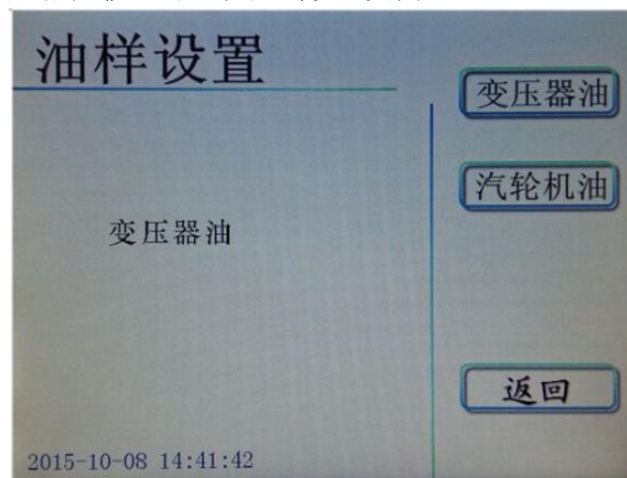

图 13 油样设定页面
8. 在设置页面,按油样设定键进入油样设定页面(图 13),用户可根据该测样品选择油样变压器油或者汽轮机油,然后按 返回 键回到设置页面。